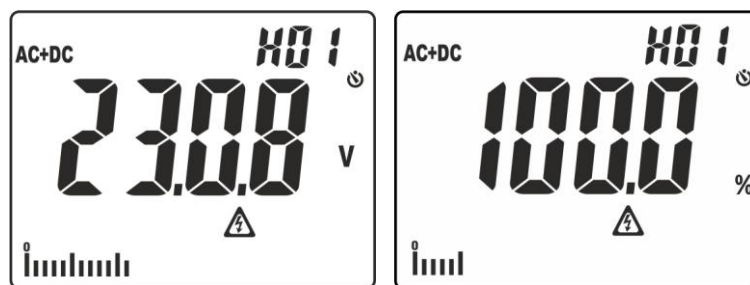

Fig. 3: Affichage des valeurs d'analyse harmonique
- Cliquer une fois sur la touche pour afficher les valeurs des harmoniques de tension et de courant jusqu'à 25^o ordre (**Hdc**, **H01... H25**) en format absolu ou pourcentage par rapport aux fondamentaux des signaux en entrée (pour des valeurs de tension VCA >0,5 V et courant AC > 0,5 A et fréquence comprise entre 42,5 Hz à 69 Hz) et le pourcentage du paramètre **THD%** (voir § 9.3) comme montré dans Fig. 3. Utiliser les touches **▲/ZERO** et **▼/Ⓜ** pour augmenter/diminuer l'ordre de l'harmonique